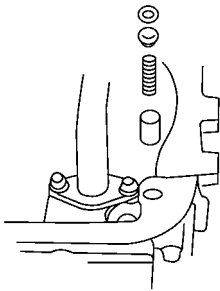

图 3-18 将减压阀、弹簧和弹簧座装入泵体
- 1) 将减压阀、弹簧和弹簧座装入泵体，如图 3-18 所示。